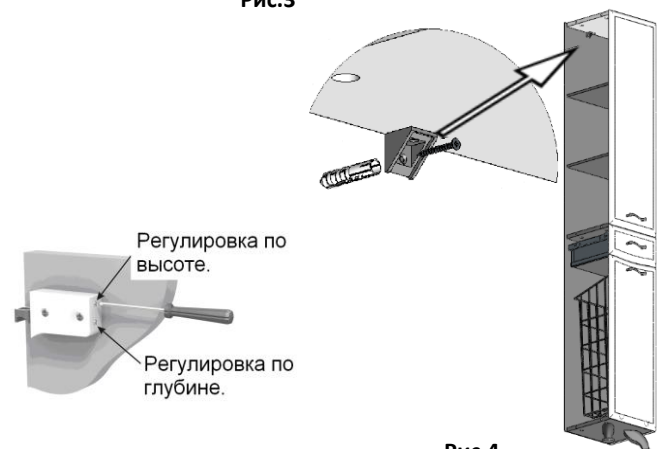

Рис.4
11. Обязательное крепление шкафа к стене производится следующим образом (Рис.4):